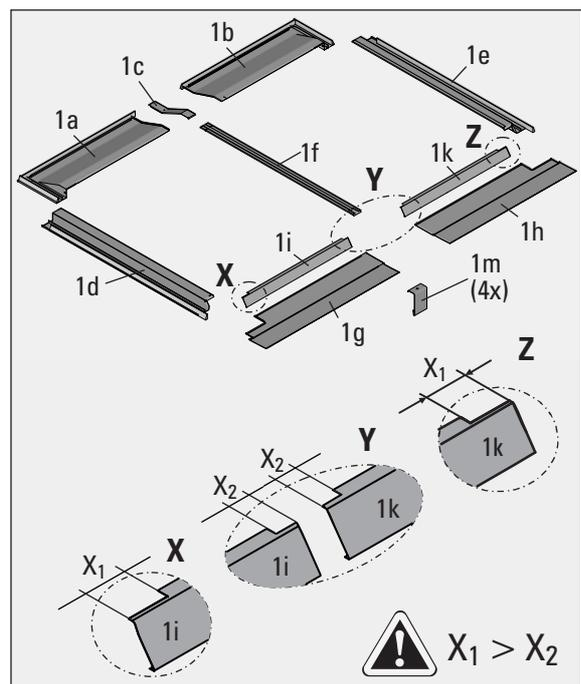

Fig. 2-2 IBV21P / IBV26P
- $X_2$  Cote du recoin des bords intérieurs (joint) de la tôle de cache médiane (= bord intérieur à partir de la pos. 1i + 1k sur la fig. 2-2)